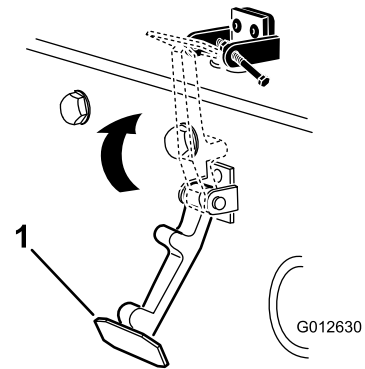

**Figura 6**
6. Rivettate le staffe e le rondelle al cofano (Figura 6).